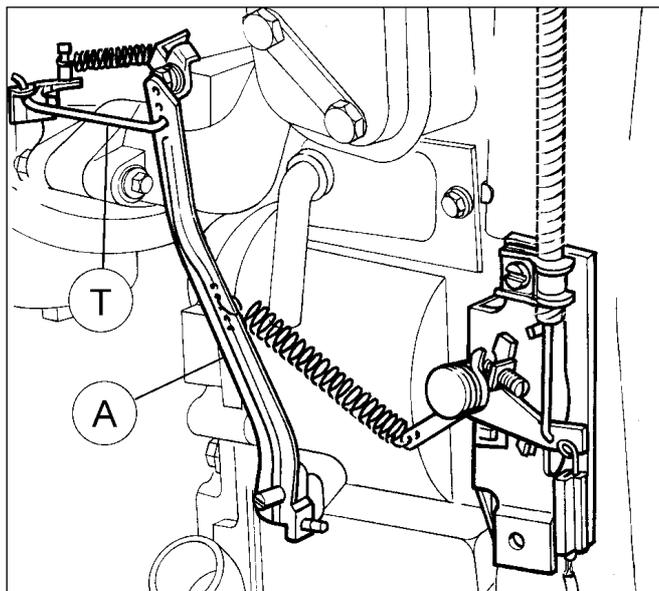

Abb. 12
BHG- und HBP/G-Motoren werden hauptsächlich in Generatoren eingebaut und laufen daher für gewöhnlich mit einer festen Drehzahl von 3.000 Umin-I (Abb. 12).
- Der Fliehkraftreglerarm **A** ist im oberen Teil mit drei Löchern versehen. Die Drosselklappenreglerstange (**T**) ist im unteren dieser drei Löcher befestigt (Abb. 12).
- Der untere Teil des Arms ist mit 9 weiteren Löchern versehen. Die lange Reglerfeder ist in das zweite Loch (3.000 Umin-I) eingehakt. Das gegenüberhorizontale Federende ist in das dritte Loch des Stellhebels (Abb. 12) eingehakt.